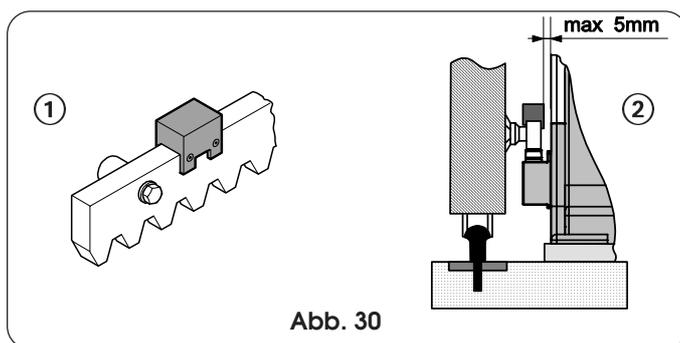

Abb. 30
- Die Magnete auf der Zahnstange positionieren, wie in der Abb. 30 Bez. ①. gezeigt. Überprüfen, ob die Entfernung zwischen Magnet und Antriebskörper max. 5 mm beträgt (Abb. 30 Bez. ②).